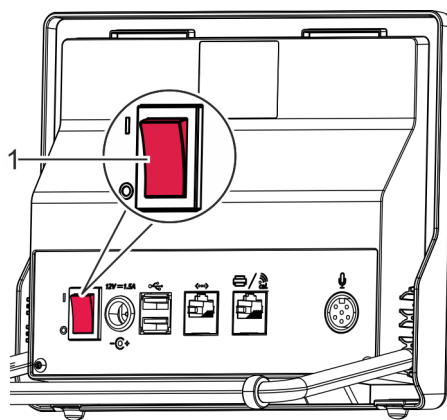

Fig. 13: Encender Watch Expert
- ➔ Conmutar Watch Expert con el interruptor [I/O] (Fig. 13/1) en la posición [I].